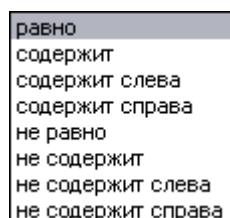

Рис. 237
2. Выберите значение функции из выпадающего списка (Рис. 237). Для каждого типа объекта БД предоставляется свой набор функций.